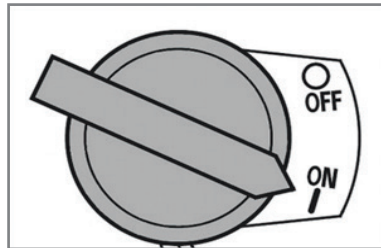

Рис. 14 Выключатель зажигания
5. Выключатель зажигания переведите в положение «ON» (Включено) (Рис. 14).
При возникновении аварийной ситуации, для экстренной остановки двигателя виброплиты переведите выключатель зажигания двигателя в положение «OFF» (ВЫКЛЮЧЕНО) (Рис. 14). Для остановки двигателя в нормальном рабочем режиме необходимо выполнить следующие действия:
4. Переведите выключатель зажигания в положение «OFF» (ВЫКЛЮЧЕНО) (Рис. 14)